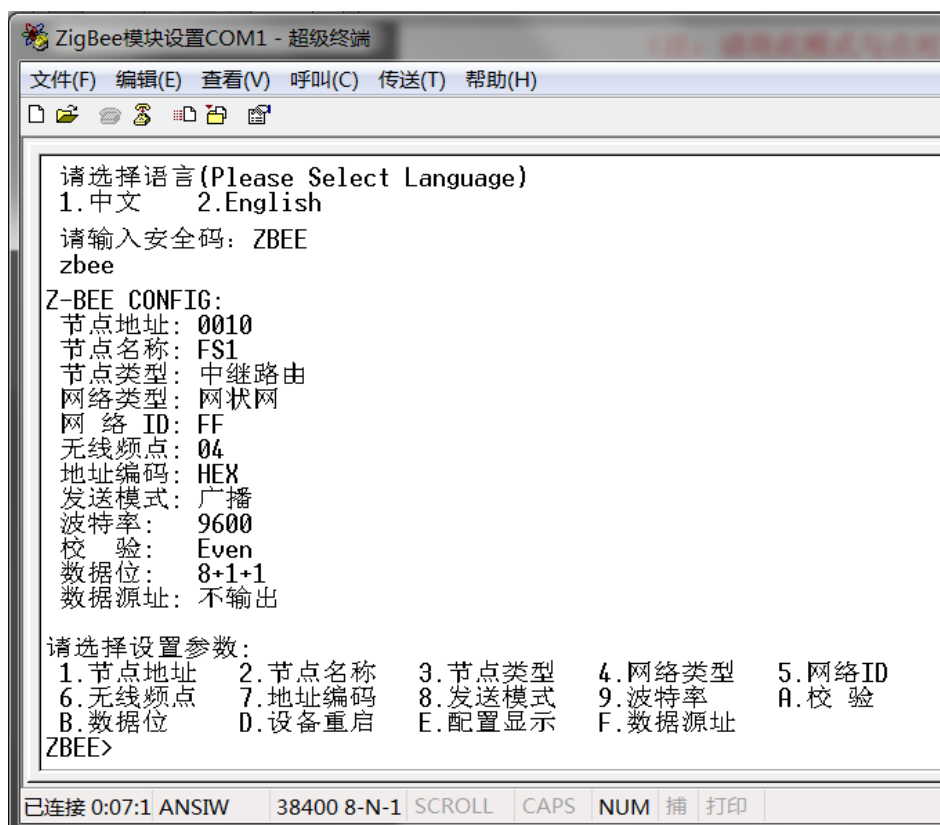

图4-1 适配器的参数设置界面
- 选择中文或English并输入安全码ZBEE，按回车键出现如图4-1所示参数设置界面。